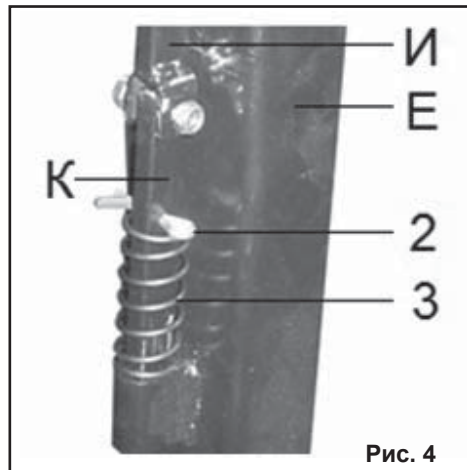
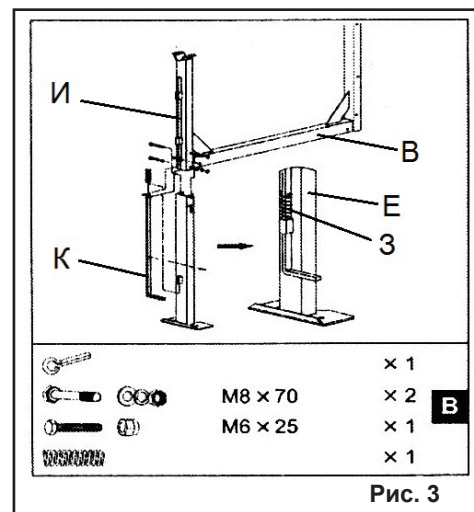

Рис. 4
Рис. 3
6.2. Из пакета В достаньте крепеж, соедините с помощью двух болтов М8х70 и двух плоских и двух пружинных шайб 8 стойку переднюю (Е) с рамой (В), чтобы получилась конструкция как показано на Рис. 3. Вставьте в П-образные направляющие передней стойки (Е) и рамы (В) соответственно тягу фиксации нижнюю (К) и тягу фиксации верхнюю (И), Рис. 3. Вставьте пружину (3), зафиксируйте положение с помощью шплинта (2) как на Рис. 3, 4, выступающие концы шплинта (2) отогните в стороны. При помощи болта М6х25 и гайки М8 соедините тягу фиксации нижнюю (К) и тягу фиксации верхнюю (И), Рис. 4. Убедитесь, что болты и гайки надежно за-